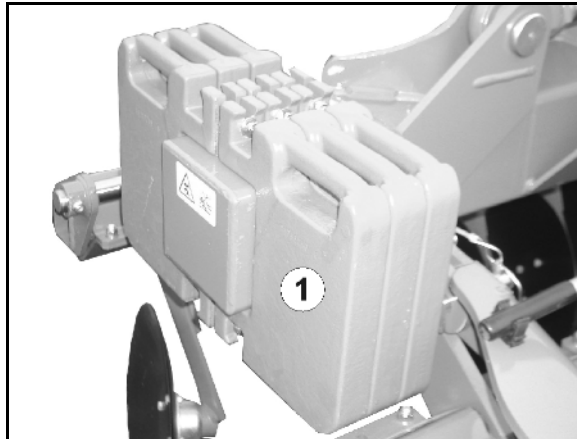

Fig. 34
Trekk i sikringsbolten (Fig. 34/2) før du foretar innstillingen.
Etter innstillingen festes avstandselementene (Fig. 34/1) med sikringsbolten og sikres med splinten (Fig. 34/3).
2. Sving ut de bakre avstandselementene (med start fra stoppeskiven (Fig. 34/4), på begge utliggere).
2. Sving ut de fremre avstandselementene (med start fra stoppeskiven (Fig. 34/4), på begge utliggere).